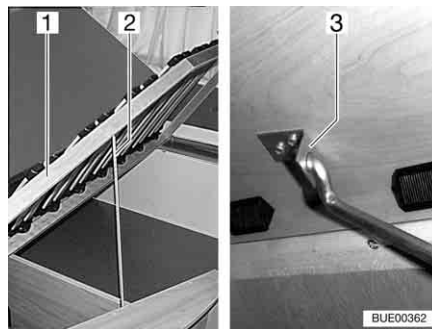

Bild 84 Festes Bett
- Lattenrost (Bild 84,1) anheben, Stange (Bild 84,2) aus Verankerung lösen und in Loch der Halterung (Bild 84,3) einstecken.
- Lattenrost (Bild 84,1) anheben, Stange (Bild 84,2) aus Halterung (Bild 84,3) lösen und in Verankerung einklemmen.